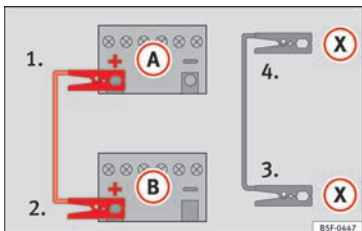

Abb. 60 Anschlusschema für Fahrzeuge mit Start-Stop-System.
- 4b. Bei Fahrzeugen mit Start-Stop-System: ein Ende des schwarzen Starthilfekabels (X) an einen geeigneten Masseanschluss, ein massives, fest mit dem Motorblock verschraubtes Metallteil oder an den Motorblock selbst anklemmen » » Abb. 60.
5. Klemmen Sie das andere Ende des schwarzen Starthilfekabels (X) im Fahrzeug mit der entladenen Batterie an ein mit dem Motorblock verschraubtes, massives Metallteil oder an den Motorblock selbst, aber so weit wie möglich von der Batterie (A) entfernt an.